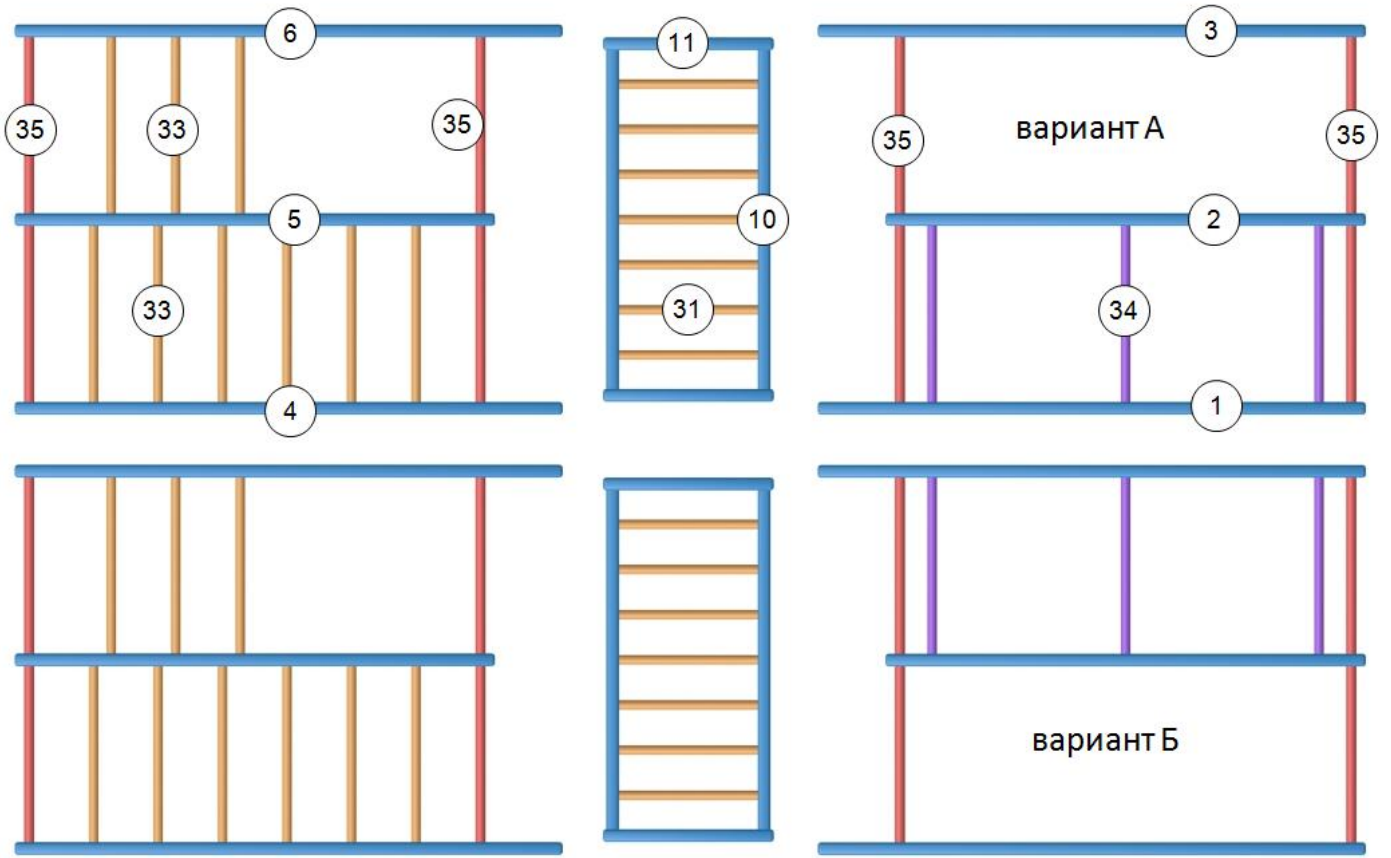

рис.6
4.2. Разложить комплектующие детали на свободном участке пола по группам в соответствии с рис.6. Выбрать вариант сборки.